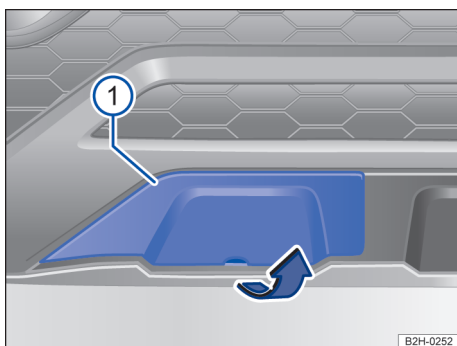

Fig. 167 No para-choque dianteiro à direita: cobertura.
O alojamento da argola de reboque rosqueável se encontra na parte dianteira direita do para-choque sob uma cobertura → Fig. 167 ①.
- Segurar no entalhe da cobertura e remover a cobertura no sentido da seta → Fig. 167.